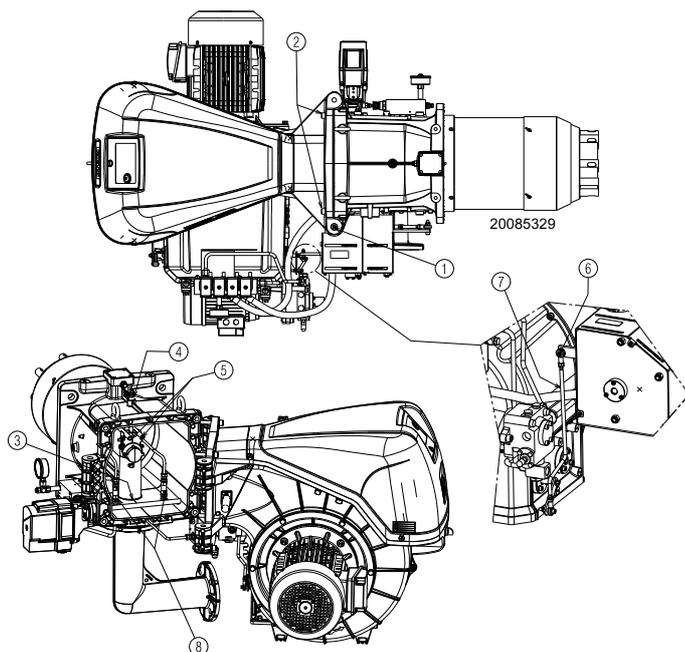

Fig. 15
El quemador sale de fábrica preparado para la apertura hacia la derecha, manteniendo por tanto el perno 1)(Fig. 15) en su alojamiento.
- A quitar el tornillo 6) y liberar el tirante 7)(Fig. 15);
- D abrir el quemador completamente como en Fig. 15;
Para la apertura del quemador por el lado opuesto, antes de quitar el perno 1)(Fig. 15), verificar que los 4 tornillos 2) estén apretados. Después, desplazar el perno 1) hacia el lado opuesto, sólo entonces será posible quitar los tornillos 2); luego proceder como indicado en el punto C.